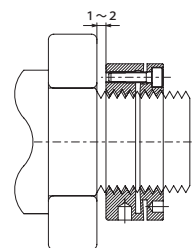

図15
- つぎにクランプナットのクランプねじを対角線上に均等に、ナットとスピンドルねじの遊びが除去されるまで締めます。この時点でクランプナットの中心とスピンドル軸の中心が一致しナットの当り面は共通の軸に対し直角になります。またナットの締付け部と調整部は同じようにナットのねじフランクの全周で均等に支えるようになります。(図15)